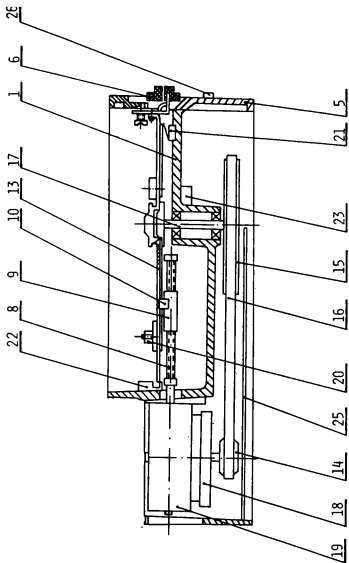

Рис. 4
Она состоит из /см. рис. 4 и 5/:
- синхронного электродвигателя /поз. 18, рис. 4/
- ведущего ременного шкива /поз. 14, рис. 4/;
- ведомого ременного шкива /поз. 15, рис. 4/;
- резинового ремня /поз. 16, рис. 4/;
- шпинделя /поз. 17, рис. 4/;
- механизма, центрирующего ГМД на шпинделе. В него включаются: лицевая панель /поз. 5, рис. 4/, механизм, разрешающий установку и вынимание ГМД /поз. 6 и 20, рис. 4/ и рамка /поз. 13, рис. 4/;
- датчика "Индекс" /поз. 23, рис. 4/;
- блока "Формирователь ИНДЕКС", расположенного на печатной плате /поз. 25, рис. 4/.
Система предназначена для позиционирования головки на дорожке, на которой произведется операция ЗАПИСЬ или ВОСПРОИЗВЕДЕНИЕ, а также и для обеспечения необходимого контакта между головкой и ГМД во время этих операций. Она состоит из /см. рис. 4 и 5/:
- блока "Управление шагового двигателя" расположенного на печатной плате /поз. 25, рис. 4/;
- шагового двигателя /поз. 19, рис. 4/ с ведущим винтом /поз. 8, рис. 4/;
- каретки /супорта/, несущей головку /поз. 9, рис. 4/;
- датчика "Дорожка 00" /поз. 22, рис. 4/;
- электромагнита /поз. 20, рис. 4/ для загрузки головки;
- датчика "Крышка закрыта" /поз. 21, рис. 4/ - индицирующего состояние установленного ГМД.
Система предназначена для записи на ГМД поступающих по команде из УУ данных, кодированных по методу FM. Она состоит из /см. рис. 4 и 5/:
- головки записи/воспроизведения с туннельным стиранием /поз. 10, рис. 4/;
- головки записи/воспроизведения с туннельным стиранием /поз.10, рис. 4/;
Корпус НГМД механически объединяет все его системы. Он состоит из /см. рис. 4/:
Конструктивно электроника расположена на одной печатной плате /поз.25, рис. 4/. Печатная плата выработана из двухсторонне-фолированного стеклотекстолита с металлизированными отверстиями.